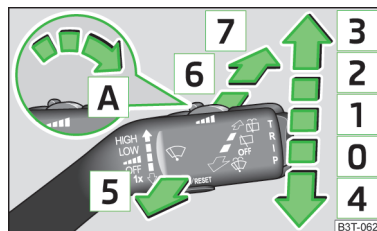

Fig. 44
Posiciones de manejo de la palanca » fig. 44
Al soltar la palanca de manejo, el sistema lavacristales se parará y el limpiaparabrisas efectuará todavía de 2 a 3 barridos (según la duración del rociado de agua). La palanca permanece en posición **6** » fig. 44.
Si la palanca de manejo está en la posición **2** » fig. 44 o **3**, y se circula a una velocidad superior a 5 km/h, se produce un barrido en la luneta trasera cada 30 o 10 segundos.
- Presionar durante 5 segundos cinco veces consecutivas la palanca de manejo en la posición **6** » fig. 44 de la página 67.
Después de conectar el encendido, se lavan los faros siempre en la primera y cada décima pulverización del parabrisas **5** » fig. 44 de la página 67, si está encendida la luz de cruce o la luz de carretera.